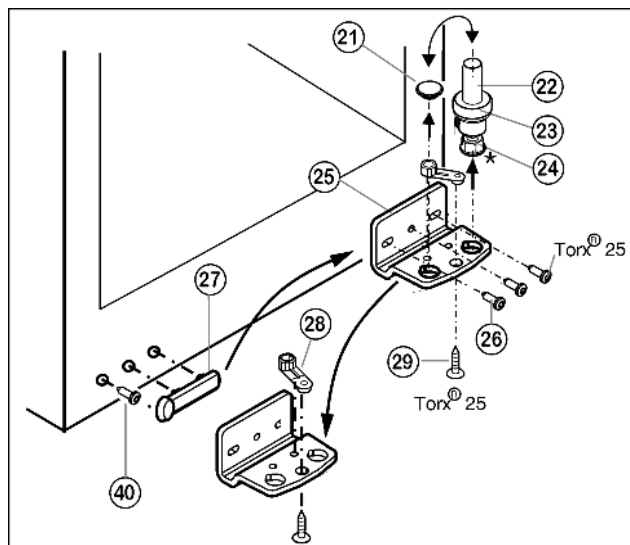

Fig. 5
- ▶ Lagerbout Fig. 5 (22) compleet met schijfje Fig. 5 (23) en stel­pootje* Fig. 5 (24) naar boven eruit trekken.
- ▶ Stop Fig. 5 (21) eraf halen.
- ▶ Lagerbus Fig. 5 (25) losschroeven Fig. 5 (26).
- ▶ Lagerdeel Fig. 5 (28) losschroeven Fig. 5 (29) en in het tegenoverliggende opnamegat van de lagerbus omzetten en weer vastschroeven.
- ▶ Afdekking aan de greepzijde Fig. 5 (27) voorzichtig verwijderen, schroef Fig. 5 (40) uitdraaien en beide aan de andere kant weer aanbrengen.
- ▶ Lagerbus Fig. 5 (25) aan de nieuwe scharnierzijde evt. met behulp van een accuschroevendraaier weer **goed (met 4 Nm)** vastschroeven.
- ▶ Stop Fig. 5 (21) weer in het andere gat plaatsen.
- ▶ Lagerbout Fig. 5 (22) compleet met schijfje en stel­pootje* weer aanbrengen. Er daarbij op letten, dat de sluitnok naar achter wijst.
- ▶ Til de stop (33) uit de deurlagerbus en plaats hem om.
- ▶ Deurgreep (32), stoppen (33) en drukplaatjes* (34) verwijderen en aan de andere kant aanbrengen.
- ▶ Plaats de deur van boven op de lagerbout beneden Fig. 5 (22).
- ▶ Plaats de bovenste lagerbus (12) aan de nieuwe scharnierkant in de deur.
- ▶ Bovenste lagerbus (12) **goed (met 4 Nm)** vastschroeven (2 maal Torx® 25) (13). Steek de schroefgaten indien nodig voor of gebruik de accuschroevendraaier.
- ▶ Afdekking (10) en afdekking (11) elk op de tegenoverliggende zijde vastklikken.
- ▶ De deur eventueel via de beide langsgaten in de lagerbus onder Fig. 5 (25) ten opzichte van de kast uitlijnen. Daartoe middelste schroef uitdraaien.